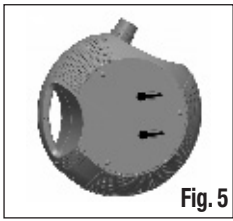

Fig. 5
1. Inserire il Tubo telescopico (9) nell'apposito alloggiamento posto sul Corpo rubinetti (8).
2. Inserire il Corpo effetto (11 o 12) sull'estremità del Tubo telescopico (9).
3. Inserire il Corpo rubinetti (8) completo di Tubo telescopico (9) e Corpo effetti (11 o 12) sulla mandata della pompa avendo l'accortezza di far scattare in sede l'apposito sistema di fissaggio rapido Click-fit.
4. Collocare ora la Pompa all'interno del laghetto facendo in modo che sia completamente immersa. Se necessario utilizzare i fori preincisi sul fondo del guscio (vedi Fig. 5) per agganciarlo ad una